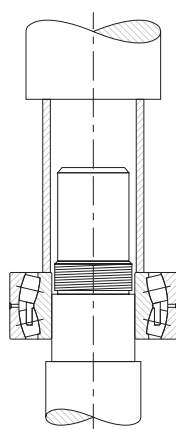

Fig. 11. Metodo di montaggio a pressione.
- Un metodo alternativo di montaggio, in genere utilizzato solo su cuscinetti di dimensioni ridotte, consiste nel calettare a pressione il cuscinetto sull'albero o nell'alloggiamento. Questa tecnica può essere utilizzata con l'ausilio di una pressa ed un utensile a forma di tubo per facilitare il montaggio del cuscinetto, come mostrato in fig. 11.